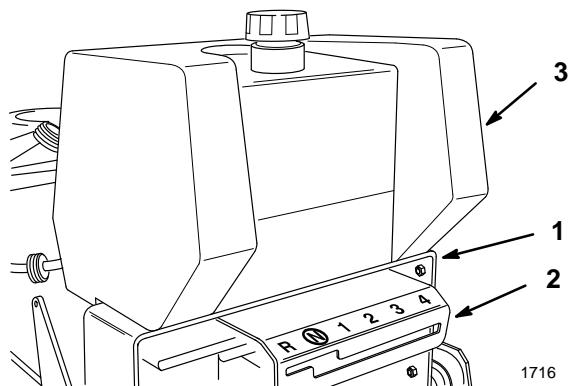

Figure 1
1. Positionner le panneau de commande sous la traverse arrière (Fig. 1). Positionner le réservoir d'essence au-dessus de la traverse arrière (Fig. 1).